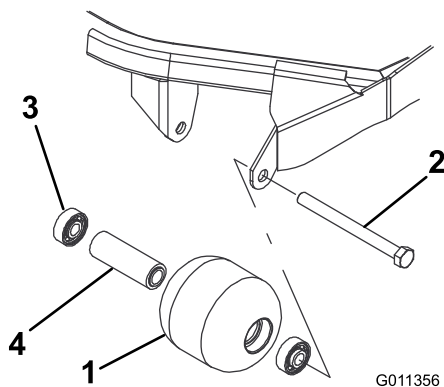

Рисунок 71
1. Снимите болт крепления валика (Рисунок 71).
1. Запрессуйте передний подшипник в корпус валика (Рисунок 71). Надавливайте только на наружное кольцо или с одинаковым усилием на внутреннее и наружное кольца.
2. Вставьте распорную втулку (Рисунок 71).
3. Запрессуйте второй подшипник в корпус валика (Рисунок 71), нажимая с одинаковым усилием на внутреннее и наружное кольца до тех пор, пока внутреннее кольцо не войдет в контакт с втулкой.
4. Осмотрите корпус, подшипники и втулку подшипника валика на наличие повреждений (Рисунок 71). Замените поврежденные компоненты и соберите узел.